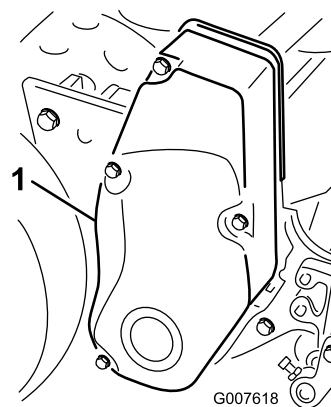

Figura 36
1. Togliete i dispositivi di fissaggio del copricinghia e il copricinghia per accedere alla cinghia (Figura 36).